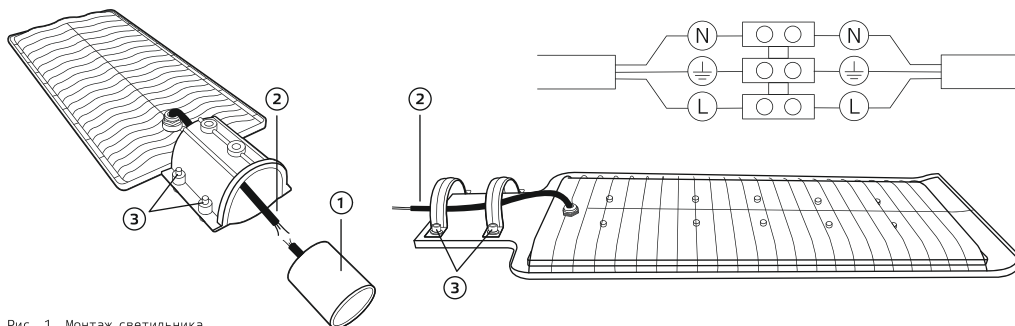

Рис. 1. Монтаж светильника
- Подключение светодиодных светильников к сети электропитания потребителя производится с помощью влагозащитной клеммной колодки (элемент 2) со степенью защиты не менее IP65 (в комплект не входит) согласно схеме (рис. 1);